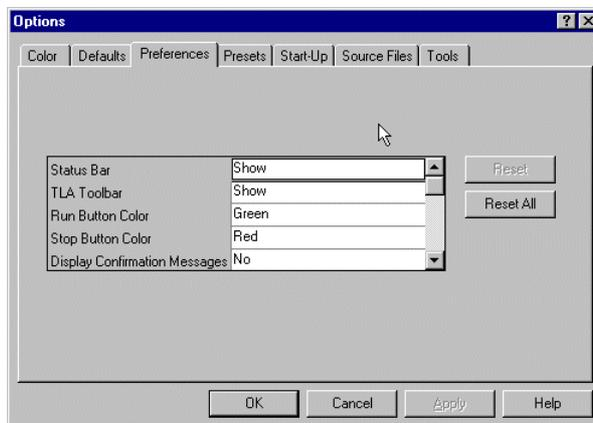

図 2-36 : [System]メニューの[Options]ダイアログ・ボックスの[Preferences]タブ
- TLA アプリケーション自身のツールバーと下部のステータスバーは[System]メニューの[Options]ダイアログ・ボックスの[Preferences]タブで選択（図 2-36）